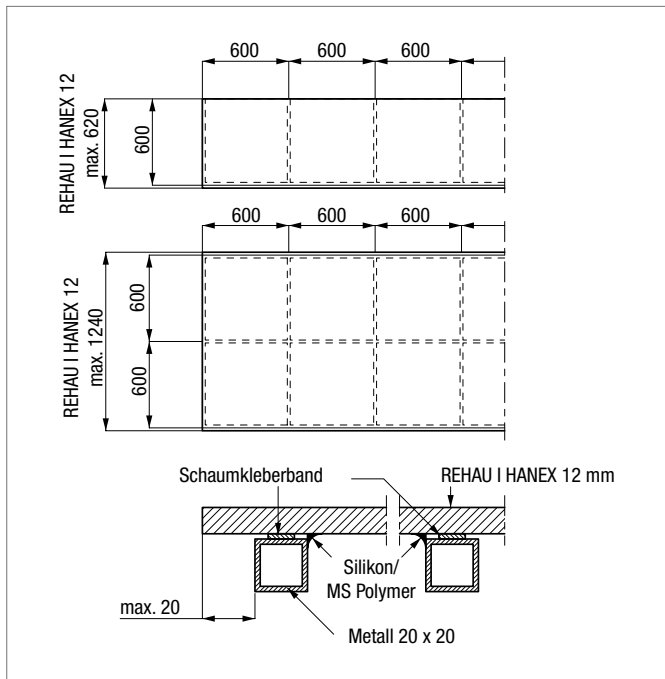

Abb. 6-1 Flächige Fixierung REHAU I HANEX 12 mm
- REHAU I HANEX 12 mm auf Rahmenkonstruktion 600 × 600 mm aus Sperrholz-Streifen 25 × 100 mm wasserfest verleimt und gedübelt, Alu- oder Metallrahmen 600 × 600 mm aus Profilquerschnitt min. 20 × 20 mm oder auf durchgehender Trägerplatte P3 min. 25 mm (Abb. 6-1).